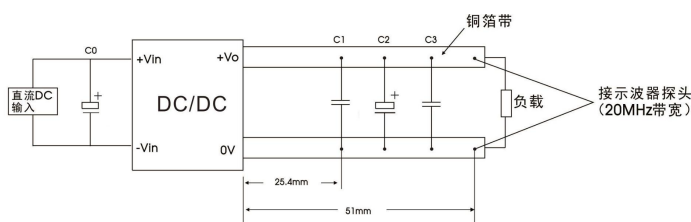

图 2
②按 0% -100%负载工作条件测试时, 负载调整率的指标为±5%;
③0% -10%的负载纹波&噪声小于等于 400mV, 纹波和噪声的测试方法详见图 2 平行板测试法。纹波&噪声测试外围参数详见图 3。
所有该系列的 DC/DC 转换器在出厂前，都是按照下图 2 推荐的测试电路进行测试，探头至铜箔的接线尽量缩短。
C5	参照图 2 中 C3 参数